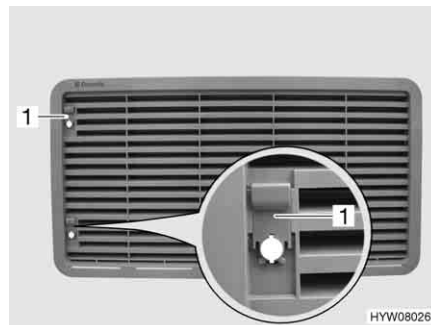

Fig. 148 Grille d'aération du réfrigérateur (avec curseur)
- Pousser le curseur (Fig. 148,1) vers le haut.